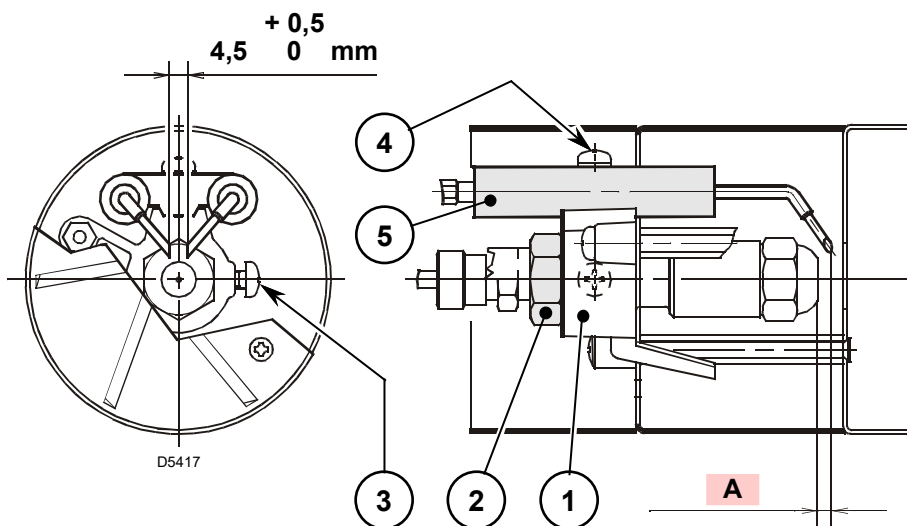

Abb. 15
Die Abstände in Abb. 15 müssen eingehalten werden.
- Den Stauscheibenhalter 1)(Abb. 15) auf den Düsenstock 2) legen und mit der Schraube 3)(Abb. 15) fixieren.